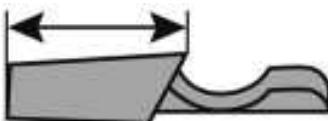

Рис. 11 Определение длины верхней грани режущего узла
6. Определите состояние режущих звеньев и длину верхней грани режущего зуба, которая должна остаться после заточки. Для этого найдите максимально изношенный (деформированный) режущий зуб и определите длину его верхней грани (Рис. 11). Пометьте его мелом или иным способом.